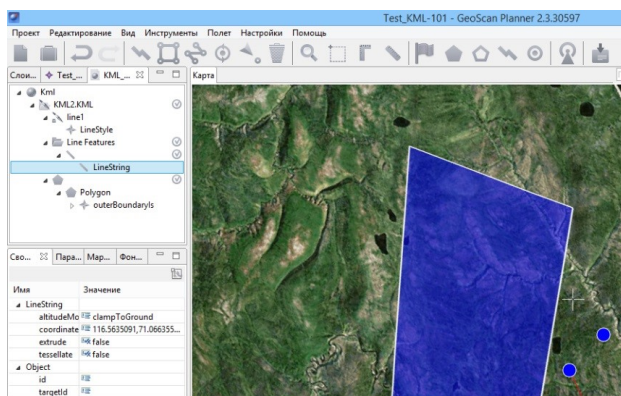

Рис. 36: Выбор объекта LineString
2. В дереве объектов выбрать нужный элемент – линию (**LineString**) (рис. 36).